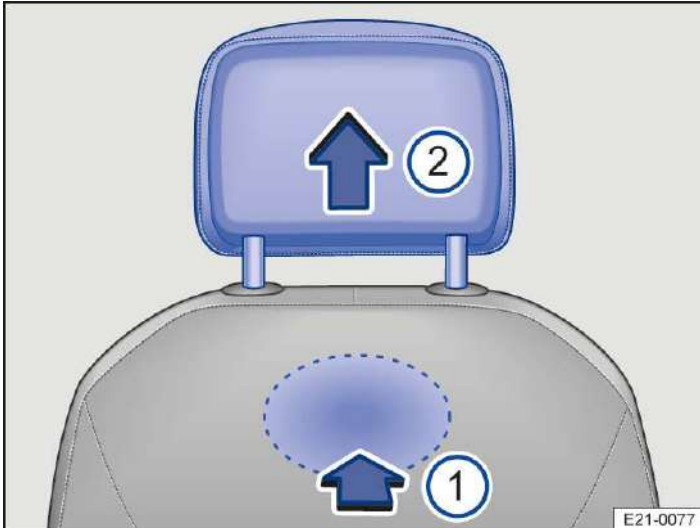

Abb. 1 An der Rückseite der Vordersitze:
2. Zum Entriegeln der Kopfstütze die Vertiefung an der Rückseite der Sitzlehne im gekennzeichneten Bereich ertasten und in Pfeilrichtung mit dem Finger hineindrücken → *Abb. 1* (1).